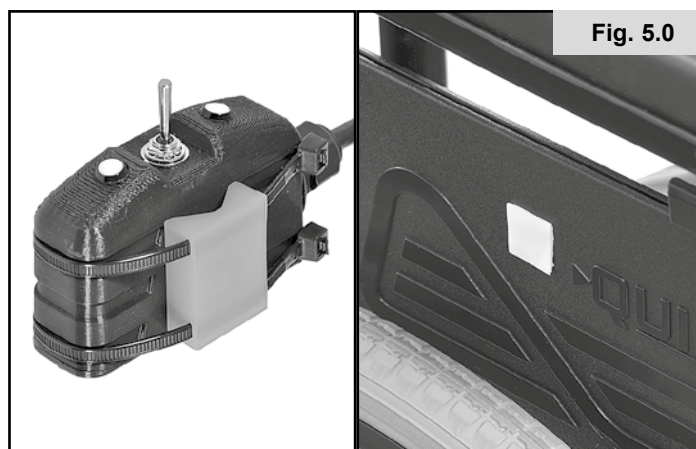

Fig. 5.0
4. La caja de interruptores también puede montarse en una superficie plana con abrazaderas plásticas. (Fig. 5.0).